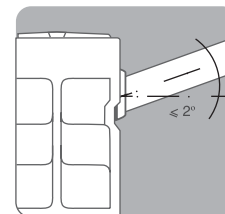

Рис. 5
**⚠ ВО ИЗБЕЖАНИЕ АВАРИИ ДОПУСТИМО ОТКЛОНЕНИЕ ОСИ КОЛЛЕКТОРА РАДИАТОРА ОТ ПОДВОДЯЩИХ ТРУБ НЕ БОЛЕЕ 2° (РИС.5)!**